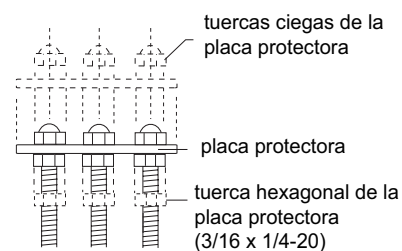

Fig. 13
- J.** Retirar las tuercas ciegas y sacar la herramienta de instalación; este procedimiento debe hacerse con cuidado para no dañar el cable. Encajar el anillo del cable en la parte superior del sensor y colocar la placa protectora y las tuercas ciegas (fig. 13).